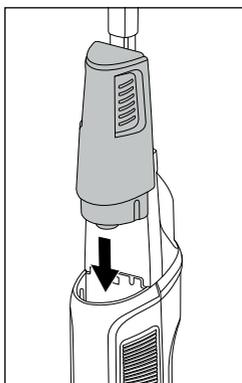

Fig. 11
- ◆ Retournez le réservoir d'eau fraîche ❶ et glissez-le à nouveau dans l'insertion située en haut sur le devant de l'appareil (voir fig. 11).
- ◆ Glissez le réservoir d'eau fraîche ❶ le long des rainures dans l'insertion vers le bas, jusqu'à ce que le réservoir d'eau fraîche ❶ s'encliquète de manière audible et soit bien fixé sur l'appareil.